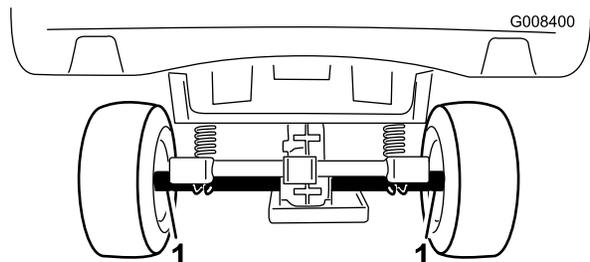
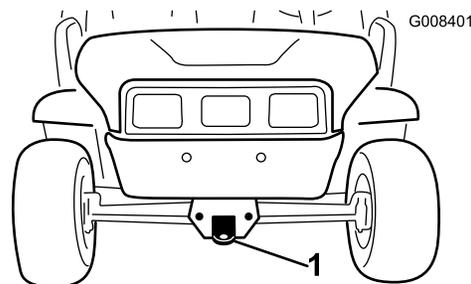

Figura 17
Figura 18
al rimorchio. Vedere Figura 17 e Figura 18 per conoscere la posizione dei punti di attacco.
2. Fissate una fune di traino al timone sulla parte anteriore del telaio (Figura 18).